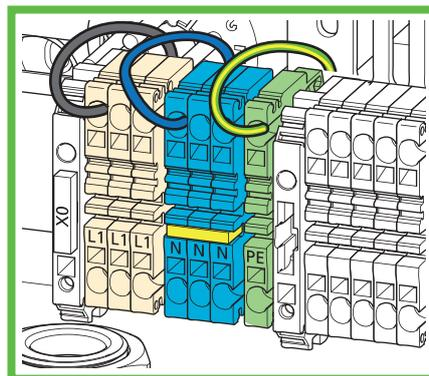

Abb. 14: 230 V Anschluss
- ▶ Schließen Sie die elektrische Versorgungsleitung an (Abb. 14). Die Fahrradladestation bietet eine optionale Durchschleifmöglichkeit bei 3-phasigen Zuleitungen. Es sind Zusatzklemmen zum Auflegen von 3 Phasen im Anschlussbereich vorhanden. Die Station selbst darf nur 1-phasig mit 230 V betrieben werden.